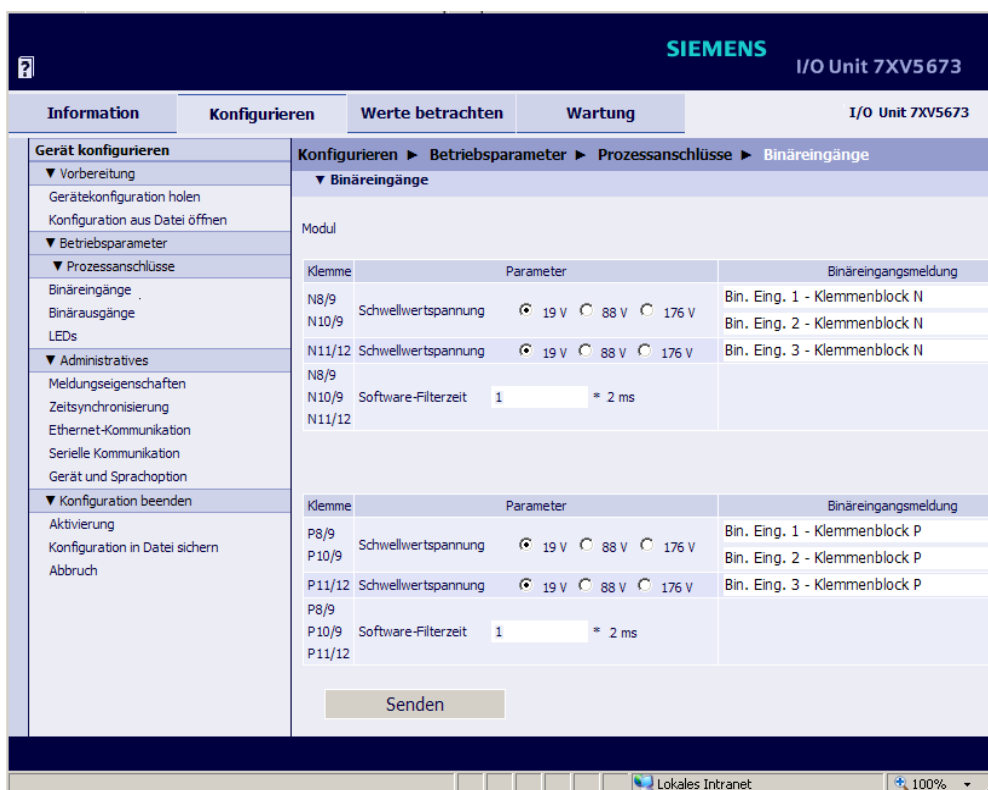

Bild 6-65 Einstellungen der 6 Binäreingänge
- ✧ Parametrieren Sie die Schwellwertspannungen der Binäreingänge gemäß Bild 6-65.